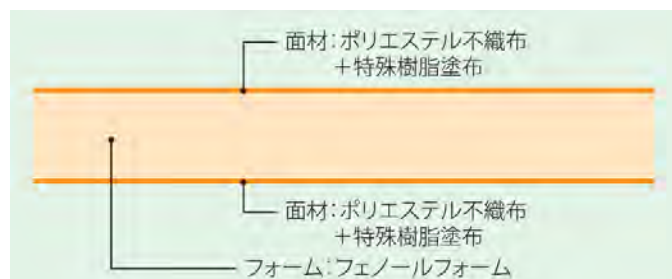

図 1：製品構成
- ・ネオマフォーム DH の製品構成、構成材料、製品規格は、それぞれ図 1、表 1、表 2 に示す通りです。